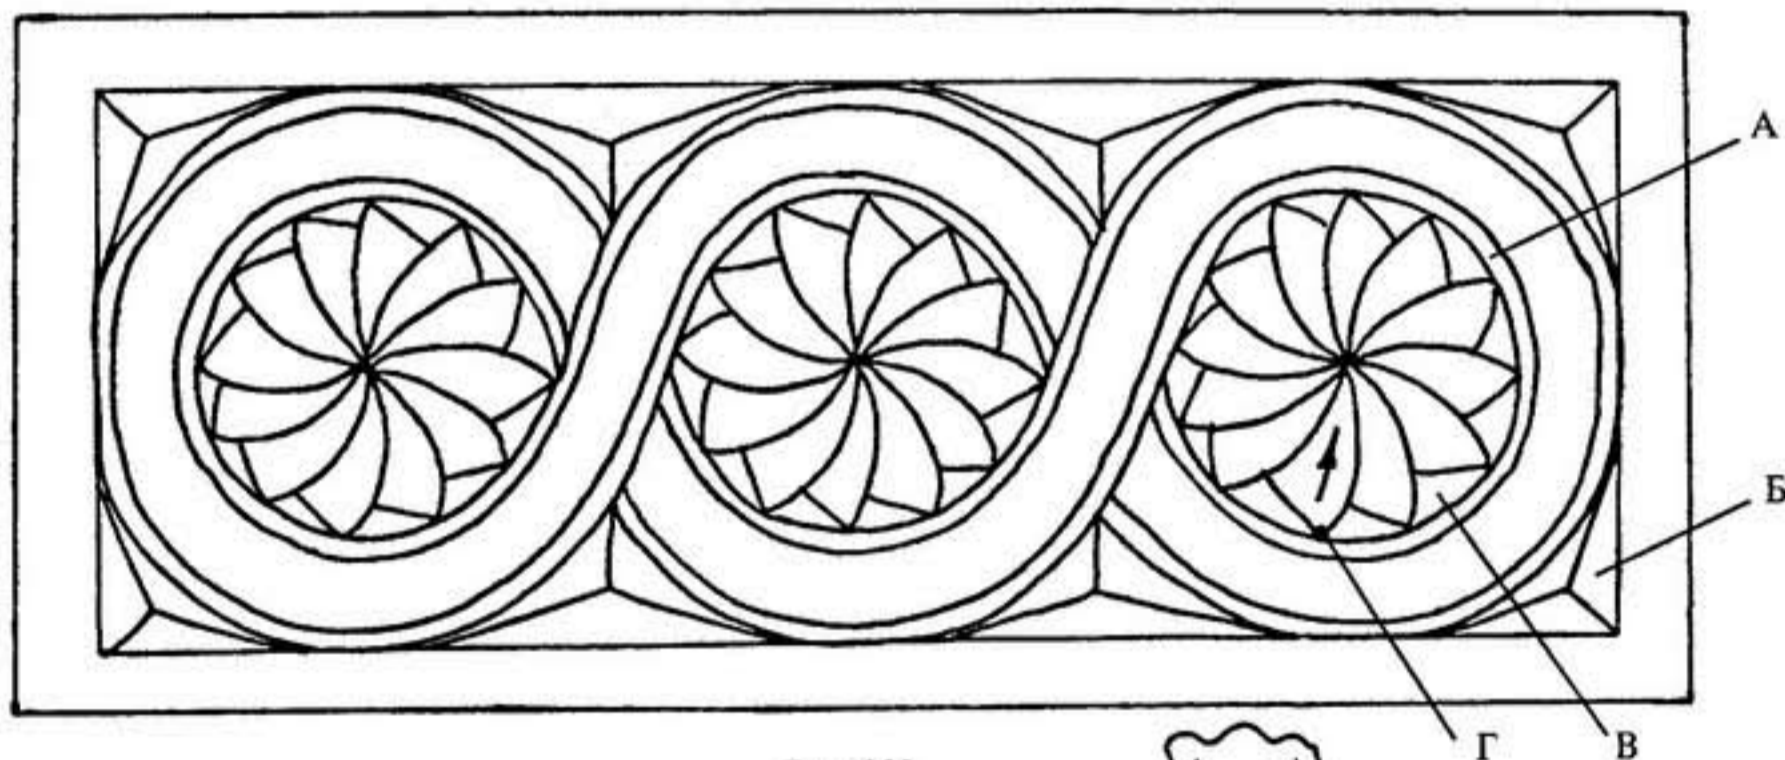
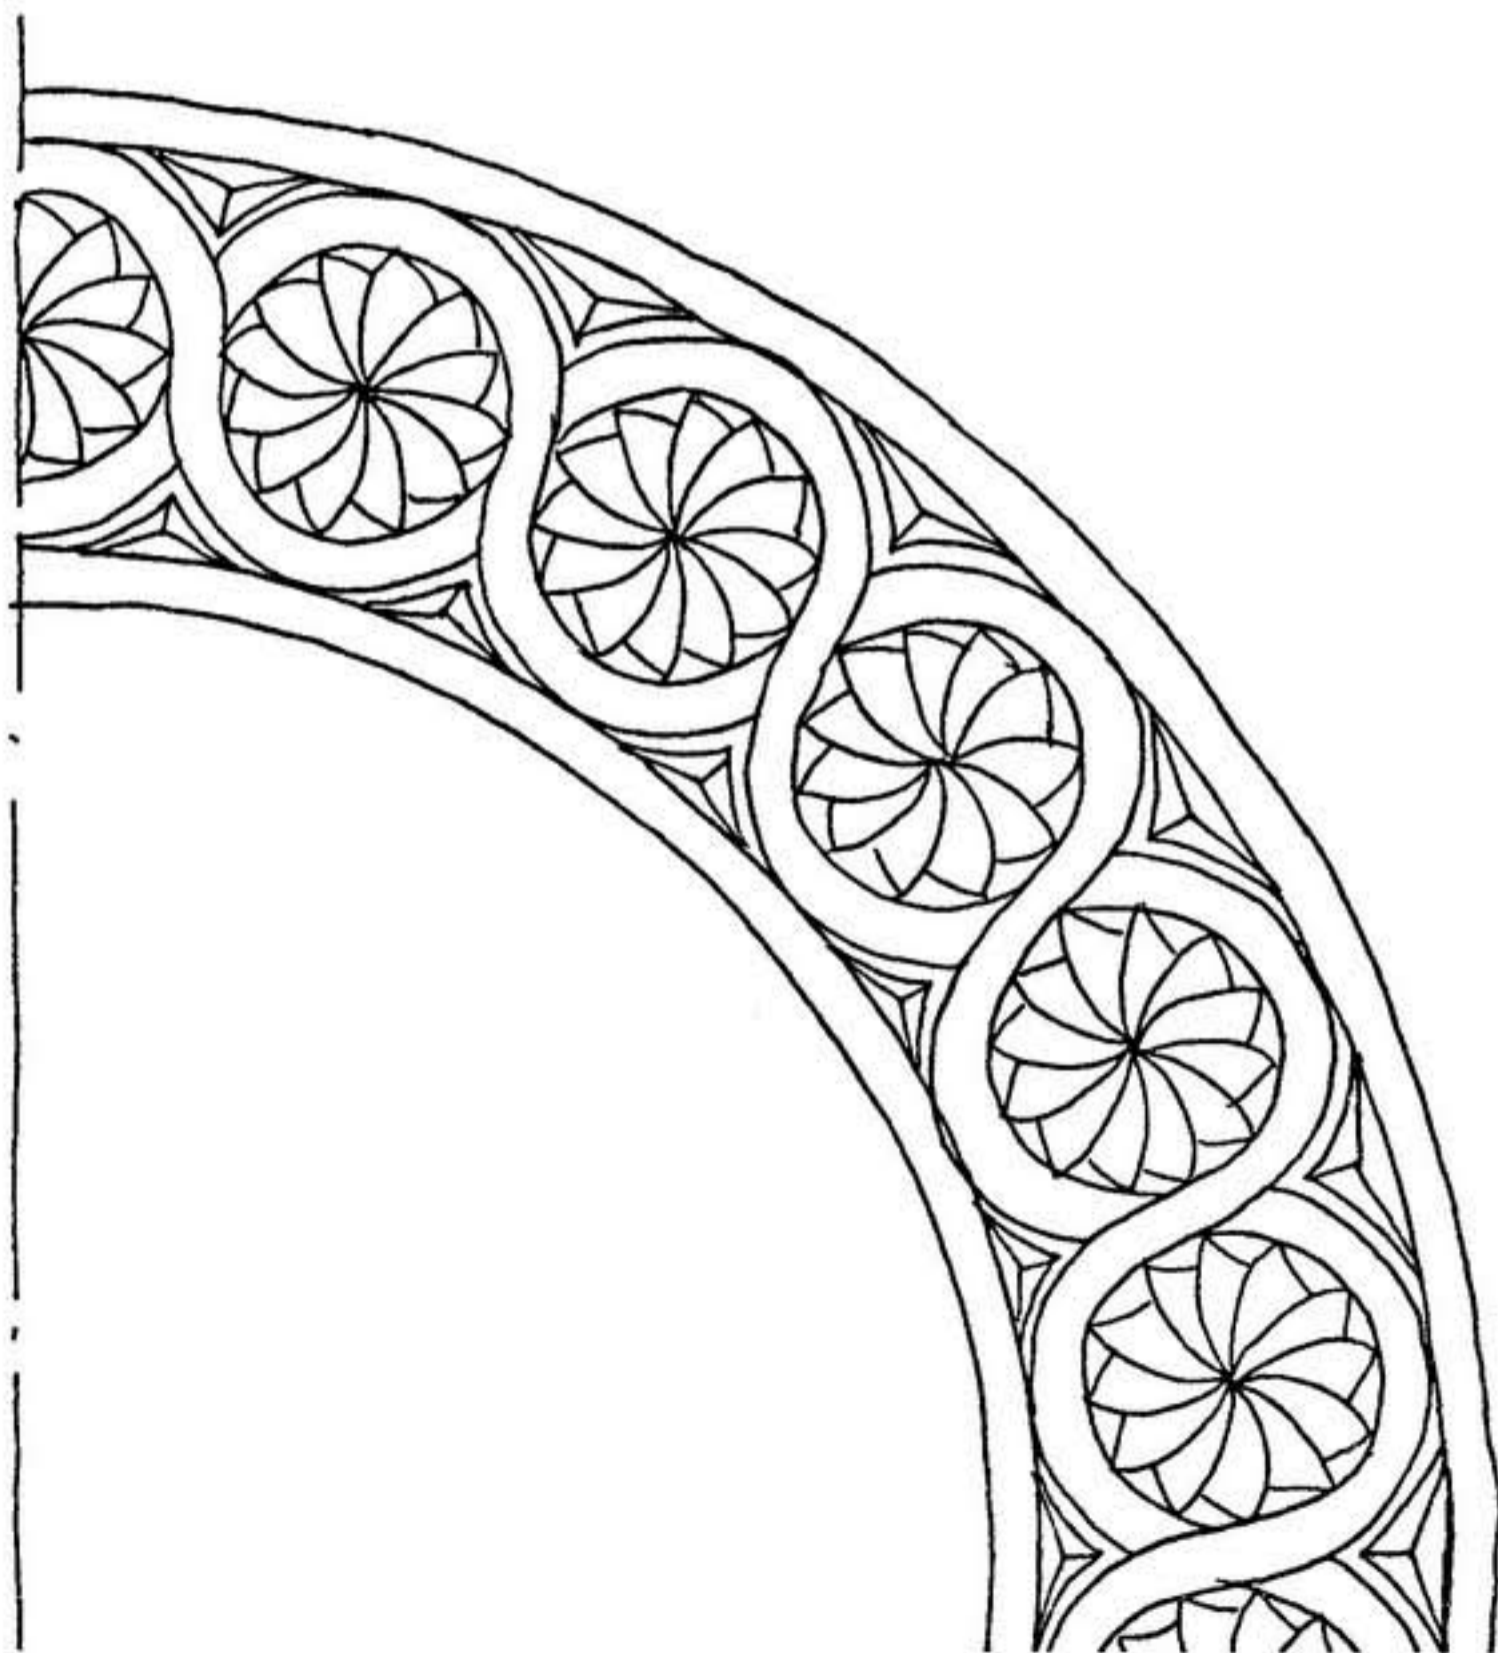

Рис. 223
Рис. 225
Разметка «вертушки» проводится, как вы помните, с помощью циркуля, а луч опускается в одну сторону. На рис. 223 показана уже размеченная «односторонняя вертушка». Двойные линии кругов означают, что они режутся «соломкой», которая отделит «вертушку», сделает ее более рельефной.
1. Прорежьте соломкой все линии «цепочки», указанные на рис. 223 буквой А (на рис. 225 этих линий нет).
2. Вырежьте все «пирамиды», расположенные сверху и снизу «цепочки» (на рис. 223, Б).
3. Наколите и вырежьте треугольники внутри малого круга (на рис. 223, В) (точка наколки обозначена).
4. Прорежьте длинную сторону луча «вертушки» из вершины (на рис. 223, Г) к центру.